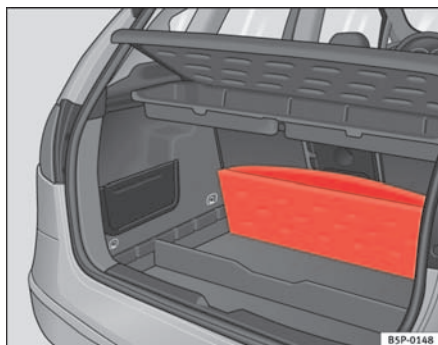

Fig. 104 Tampa do porta-bagagens dobrável
- Levantar o piso do porta-bagagens e dobrá-lo ao máximo para trás⇒ fig. 104.